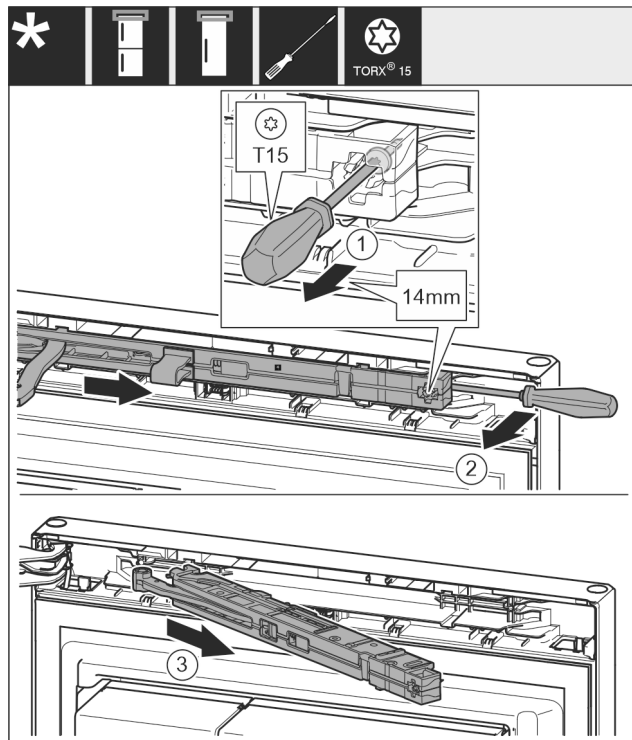

Fig. 10
- ▶ Allentare di ca. 14 mm la vite sull'unità ammortizzatore di chiusura con il cacciavite T15. Fig. 10 (1)
- ▶ Spingere con un cacciavite sul lato maniglia dietro l'unità ammortizzatore di chiusura e ruotare in avanti. Fig. 10 (2)
- ▶ Estrarre l'unità ammortizzatore di chiusura. Fig. 10 (3)